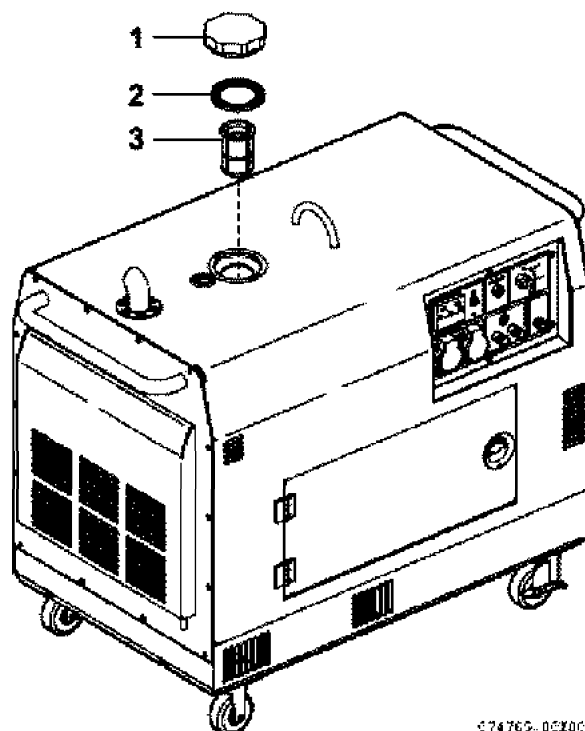

Рисунок 27
1. Очистить место вокруг крышки топливного бака (Рисунок 27,(1)).
3. Вытащить впускную топливную сетку (Рисунок 27, (3)).
5. Осмотрите прокладку крышки топливного бака (Рисунок 27, (2)) и замените прокладку, если она имеет повреждения.